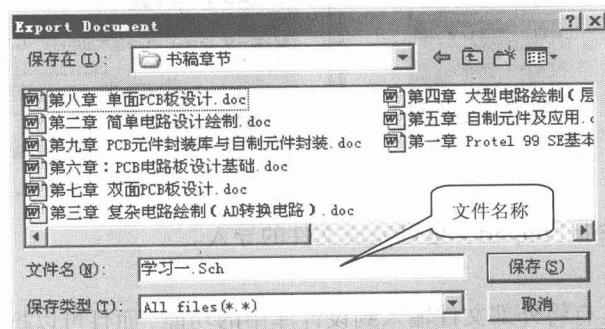

图 1.20 设置文件名称和路径
- 在随后弹出的导出文件对话框中, 设定导出文件的路径及导出后的文件名, 最后单击“保存”按钮, 完成导出操作, 如图 1.20 所示。